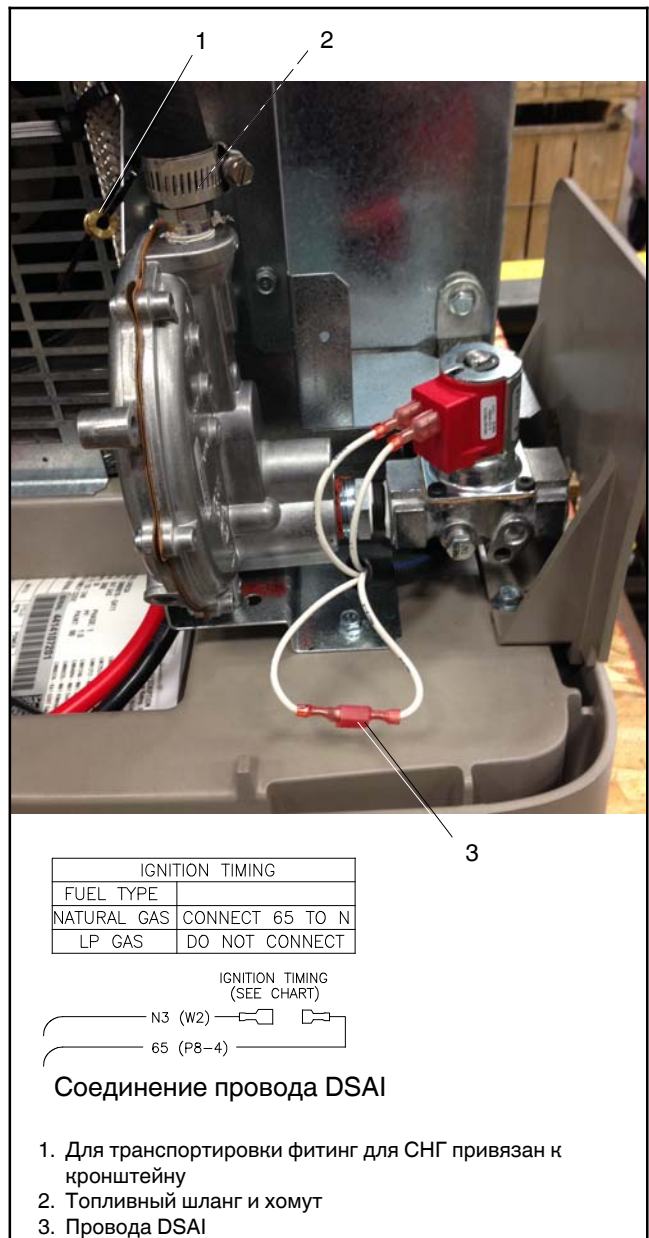

Рис. 1-11 Топливная система в состоянии поставки (14RESA/RESAL производство после 26 июня 2014 г.)
Генераторные установки 14RESA/RESAL, произведенные 26 июня 2014 г. и позднее, не оборудованы топливным блоком. В этих установках используются фитинги с диафрагмами, устанавливаемые на штуцер топливного регулятора, к которому присоединяется шланг. Для смены топлива см. Рис. 1-11 и воспользуйтесь инструкциями этого раздела.
При поставке установка обычно настроена на природный газ, а фитинг для СНГ привязан возле соленоидного клапана. Для перехода на СНГ снимите фитинг ПГ и установите фитинг СНГ, как описано ниже. Расположение компонентов топливной системы см. Рис. 1-11.
5. Снимите хомут шланга и топливный шланг с штуцера топливного блока. См. Рис. 1-11.
9. Для СНГ разъедините провода 65 и N3 цифровой системы опережения зажигания (DSAI). Провода DSAI находятся возле соленоидного топливного клапана. См. Рис. 1-11.